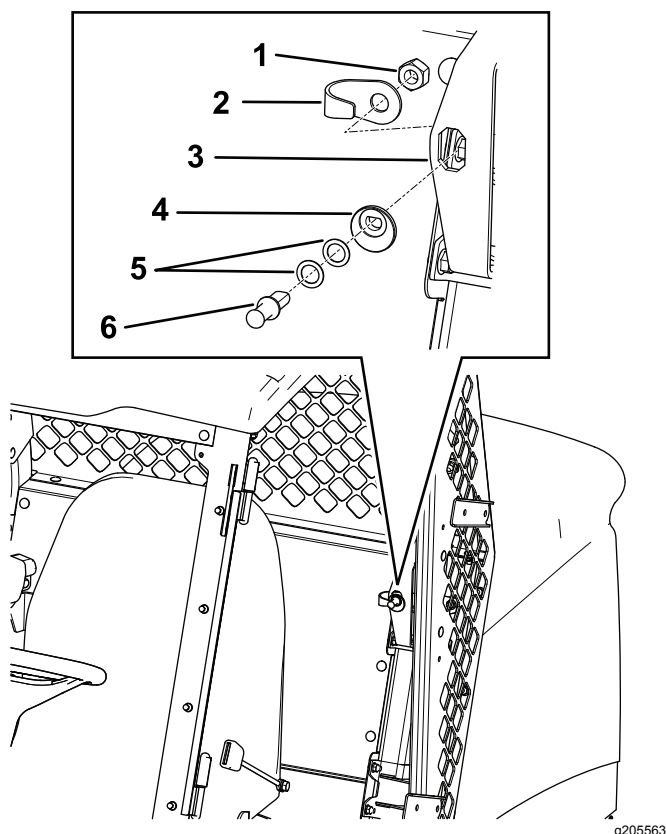

图9
2. 将门锁销凸轮与如图9所示位置中的门锁撞板上的开口对齐。
3. 将门锁销最初不带垫圈插入门锁销凸轮图9。
4. 将门锁销与门锁撞板开口背面的锁紧螺母对齐图9。
5. 用手将锁紧螺母拧紧到门锁销上图9。